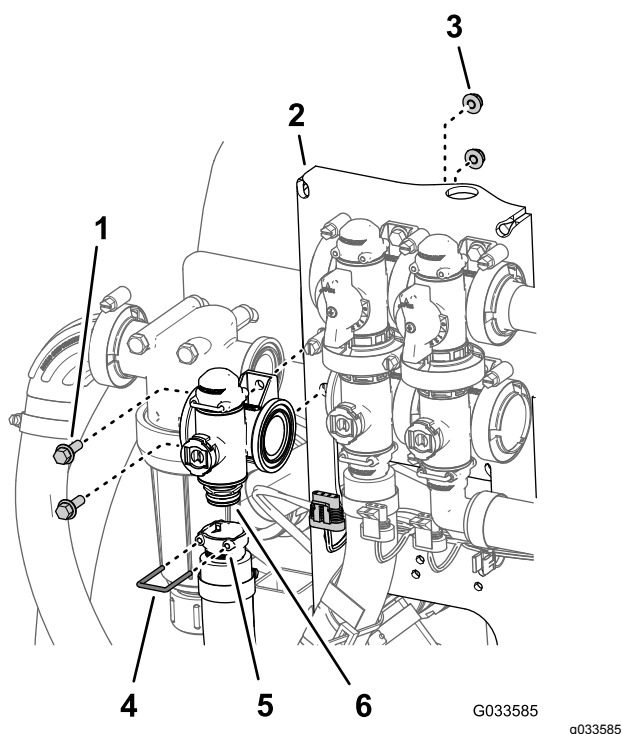

Рисунок 111
- Снимите держатель, который крепит выпускной штуцер к муфте коллектора клапана управления нормой внесения (Рисунок 111).
- Отверните 2 болта с фланцевыми головками ($\frac{1}{4} \times \frac{3}{4}$ дюйма) и 2 фланцевые контргайки ($\frac{1}{4}$ дюйма), с помощью которых клапан управления нормой внесения присоединяется к опоре крепления клапанов, и снимите коллектор клапана с машины (Рисунок 111).